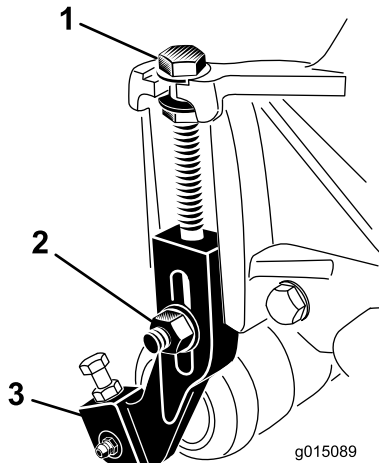

Figura 18
1. Afloje las contratuercas que fijan los brazos de altura de corte a las chapas laterales de la unidad de corte (Figura 18).